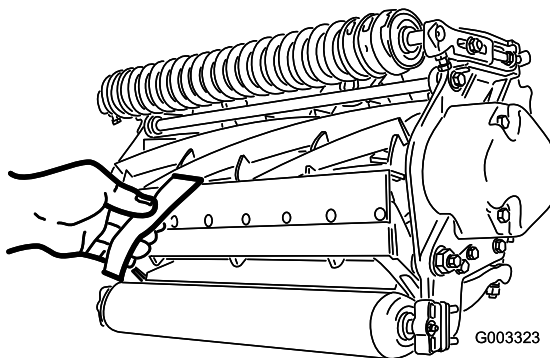

Рисунок 10
2. Проверьте режущую способность блока, вставив длинную полоску специальной бумаги (№ 125-5610 по каталогу Toro) между барабаном и неподвижным ножом, перпендикулярно неподвижному ножу (Рисунок 10). Медленно проверните барабан вперед. При этом бумага должна разрезаться.